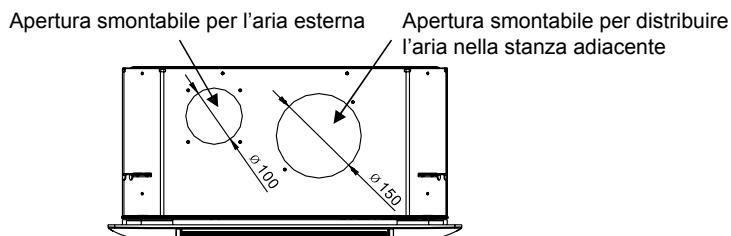

Fig. 12
- Sono provviste aperture laterali per l'installazione di condotti separati per l'aspirazione dell'aria interna e la distribuzione dell'aria trattata a una stanza adiacente. (Fig. 12)